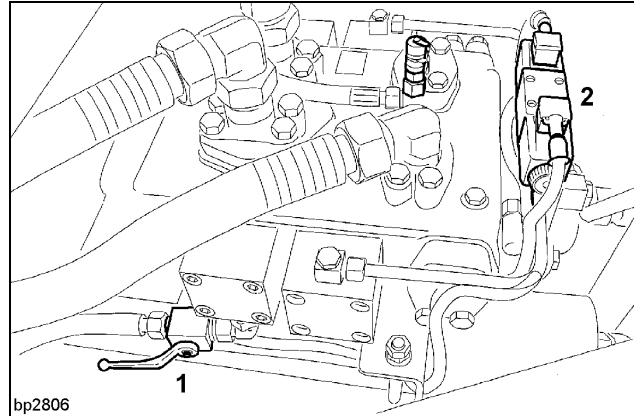

Fig. 1
- Cerrar la válvula de cierre 7 y poner el grifo esférico 1 (Fig. 1) en la "posición de servicio".